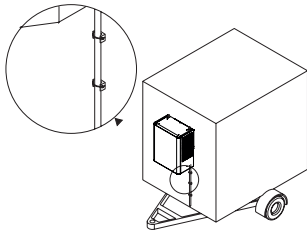

Fig. 1.2.4.b
- FIXEZ les supports pour les bandes sur la paroi de la chambre avec des vis autofiletantes (fig 1.2.4.a).
- FIXEZ la gaine avec spiral à les supports avec des bandes (Fig.1.2.4.b).
- FIXEZ la tôle de protetion du déchargé avec des vis, à la paroi de la chambre (Fig.1.2.4.c).
Fig. 1.2.4 a